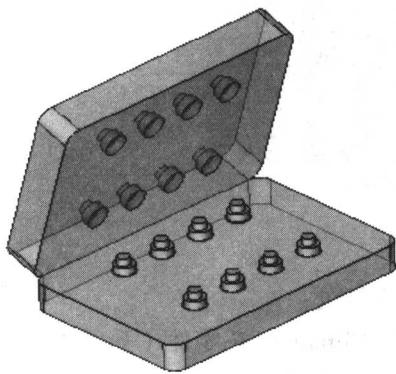
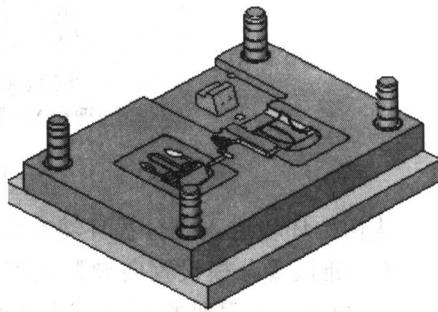
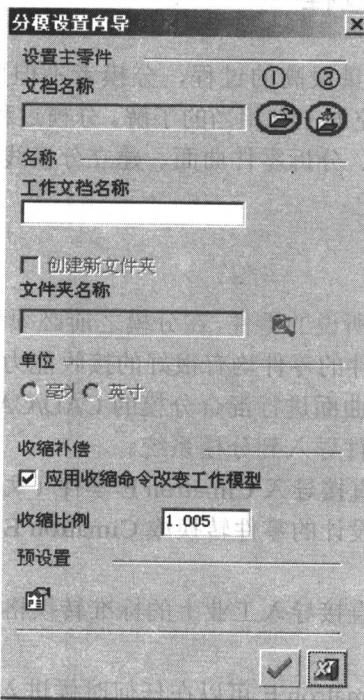

图 1-2
图 1-3
图 1-5
为了提高生产效率，在模具制造过程中常常会实行一模多腔（如图 1-2 所示）或同模异穴（如图 1-3 所示）。一模多腔是指同样的零件被多个布局在型腔和型芯中，例如 10 个同样的按钮被放在一副模具中；同模异穴是指两个以上
- 通过【分模设置向导】既可以导入 Cimatron E 零件（如图 1-5 中所示①），又可以导入其他格式的零件（如图 1-3 中所示②）。